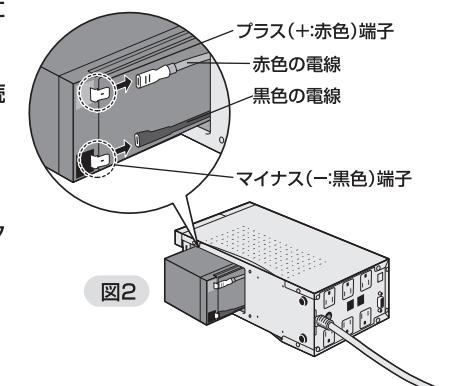

図2
6.本UPSを図のようにゆっくりと横に倒して、側面を上にします。(図2)
7.バッテリを少し引き出し、プラス(+:赤色)の端子に接続しているコネクタを引き抜きます。(図2)
8.次にマイナス(-:黒色)の端子に接続しているコネクタを引き抜きます。(図2)